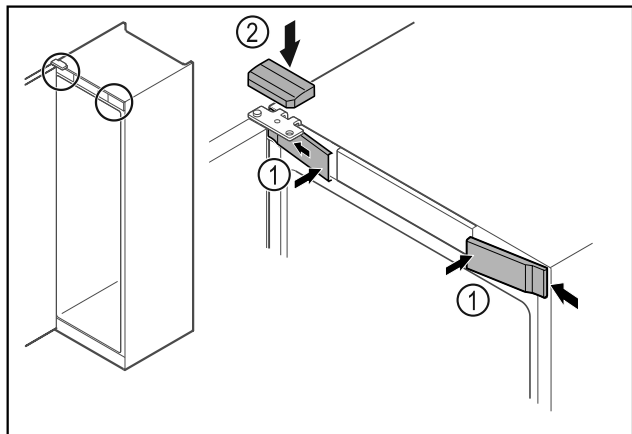

Fig. 68
- ▶ Aizkabiniet sānos priekšējos pārsegus Fig. 68 (1) un nofiksējiet.
- ▶ Nofiksējiet augšējo pārsegu Fig. 68 (2) no augšpuses.